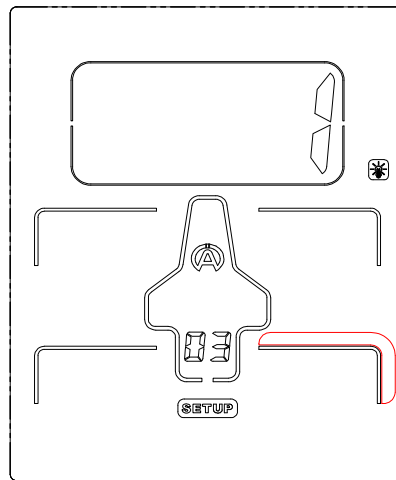

Figure 14
- 4) Pressez le bouton central  pour confirmer votre choix (*figure 14*)